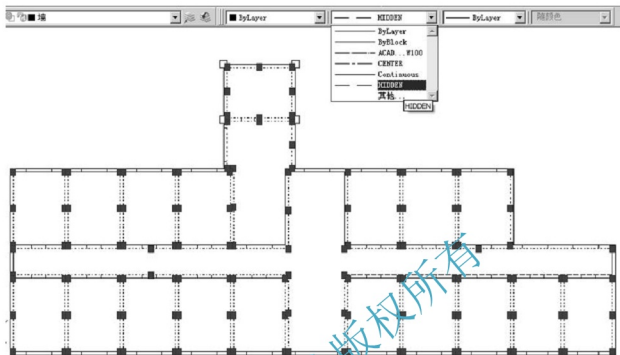

图 5.24 局部墙体换线型
(1) 在命令行无命令的状态下, 选中需要修改线型的墙体, 然后打开【对象特征】工具栏上的【线型】下拉列表, 如图 5.24 所示, 选择“HIDDEN”选项。